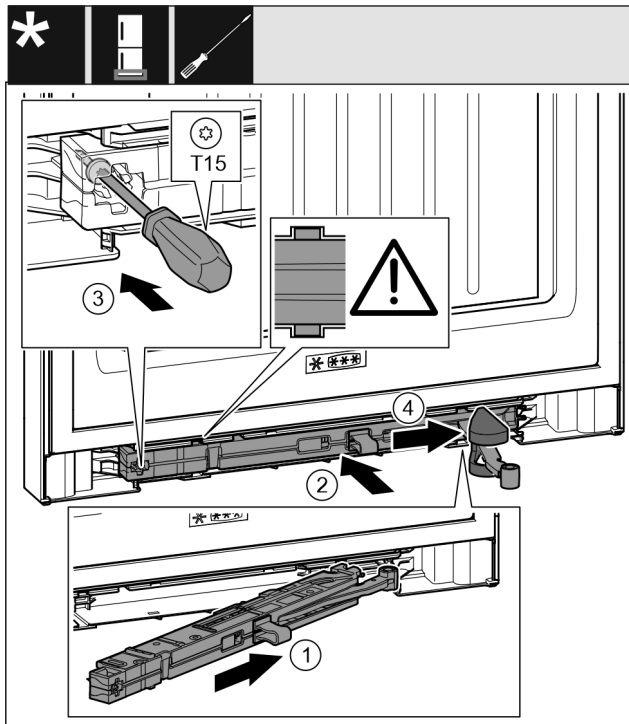

Fig. 57
- ▶ 将托架侧面的关门阻尼单元 Fig. 57 (1)倾斜插入凹槽直至止挡装置。
- ▶ 将关门阻尼单元 Fig. 57 (2)完全地推入凹槽。
- ▶ 用螺丝刀拧紧螺钉 Fig. 57 (3)。
- ▶ 将盖板 Fig. 57 (4)推到铰链上方。